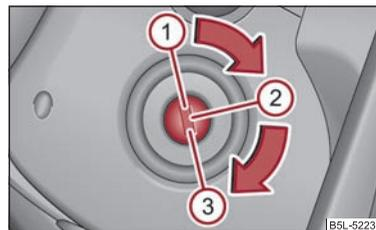

Fig. 109 Posizioni del blocchetto di accensione
- Spegner il motore ruotando la chiave d'accensione in posizione ① ⇒ pag. 104, fig. 109.